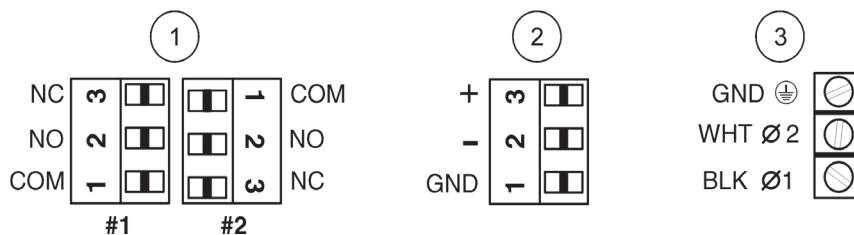
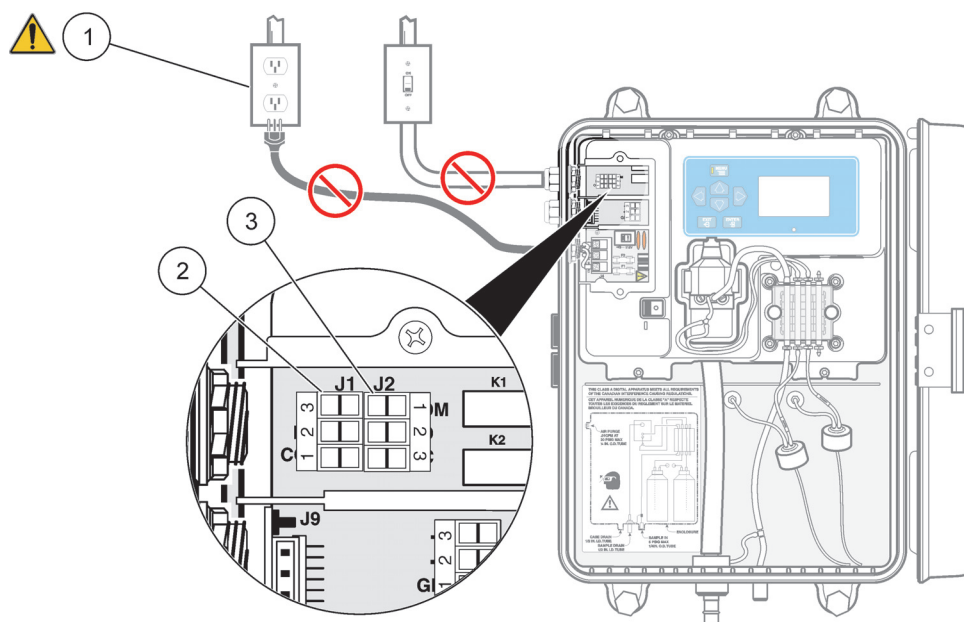

Рисунок 11 Подключения к анализатору для пользователя
Рисунок 15 Подключение реле
2. Используйте сведения в Таблица 3и Рисунок 11 на стр. 25, чтобы подключить провода к клеммнику.
В анализаторе имеется два сухоконтактных реле предназначенных либо для высоковольтного (более 30V-RMS и 42.2V-PEAK или 60 V dc) или низковольтного (менее 30V-RMS и 42.2V-PEAK, или менее 60 V dc) подключения. Одновременное использование высоко- и низковольтного подключения не допускается. См. 3.8.5, Рисунок 11 и Рисунок 15, совместно с инструкциями ниже для подключения питания.